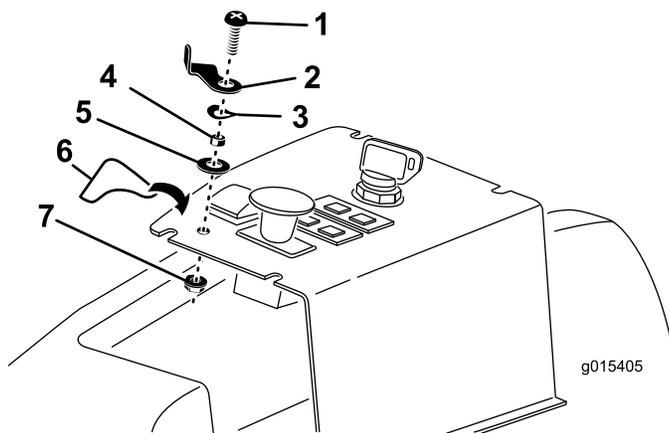

Figura 13
3. Inserite leva di BLOCCAGGIO SOLLEVAMENTO, distanziale, rondella ondulata e rondella piana sul posizionamento della vite a testa piatta da 1/4 x 1 poll. come mostrato nella Figura 13.